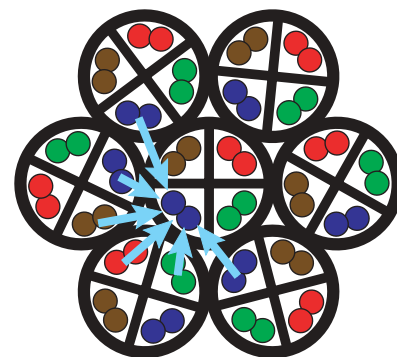

图 1：外部串扰测量线束或通道内相邻电缆（干扰电缆）中线对对“受害”电缆中线对所产生的串扰信号。外部串扰被定义为外部近端串扰和外部远端串扰，并对两者进行测量。
万兆的验证过程包括两个阶段：(1) 需要验证每个链路是否符合万兆的布线链路规格；(2) 需要测量和评估布线安装的外部串扰性能。外部串扰是指不同的相邻布线链路中线对之间发生的耦合，请参见图 1。该串扰是双绞线的一个亟待解决的难题，因为对于采用双绞线布线的 10GbE 应用场合而言，它是最主要的干扰或噪音源。